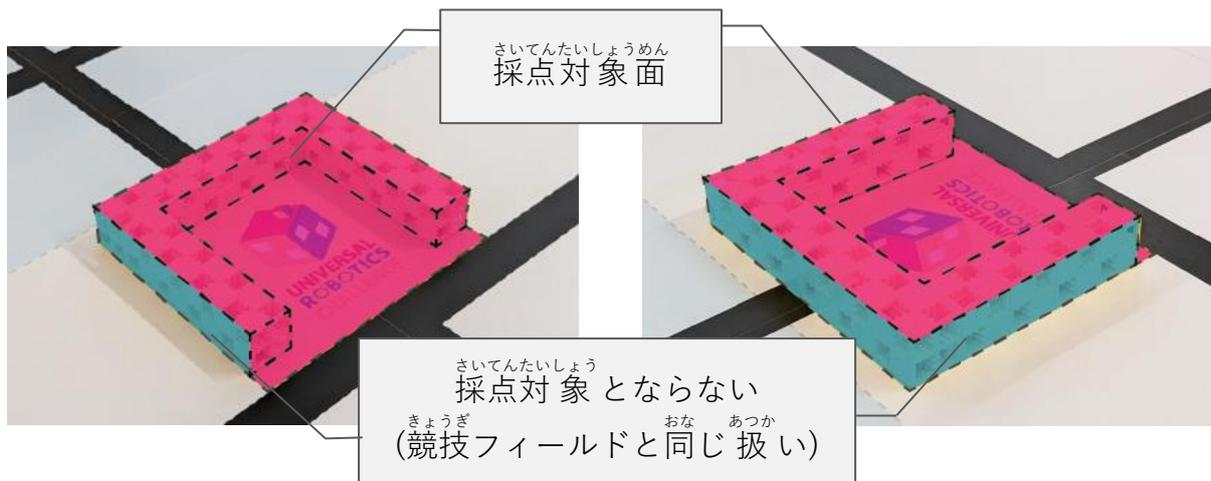

図.10 スタッキングエリアの採点対象面
- 4) 「スタッキングエリア」、「採点対象となる面のスタッキングエリア枠(図.10参照)」、「他の採点対象のピース」の3つを「採点対象面」と呼ぶ。